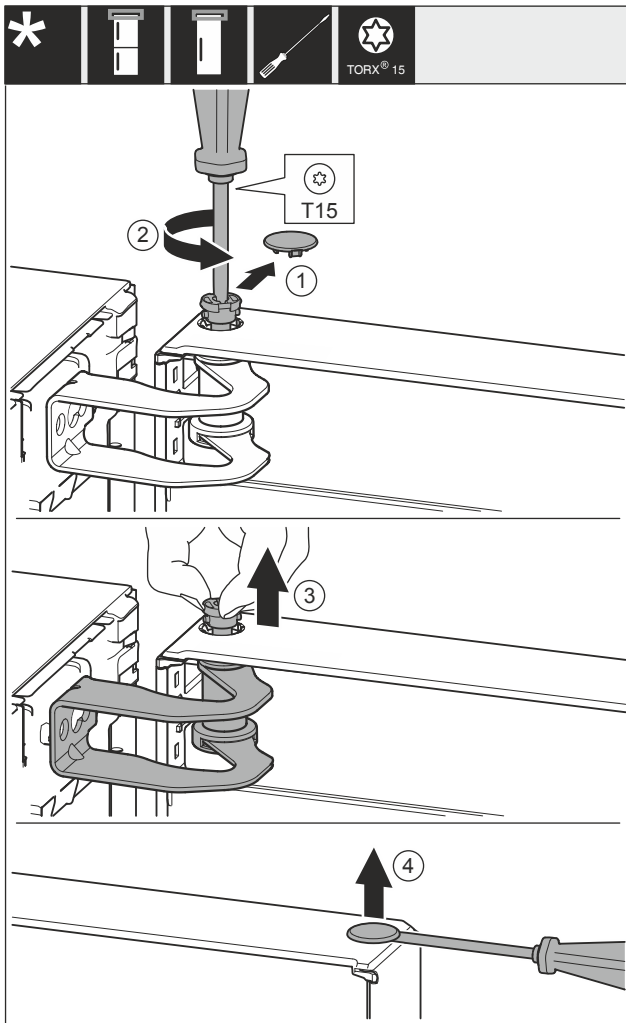

Fig. 10
- ▶ Осторожно снимите крышку Fig. 10 (1).
- ▶ Немного выкрутите палец Fig. 10 (2) отверткой.
- ▶ Вручную вытяните палец Fig. 10 (3).
- ▶ Осторожно приподнимите крышку Fig. 10 (4) отверткой и снимите ее.